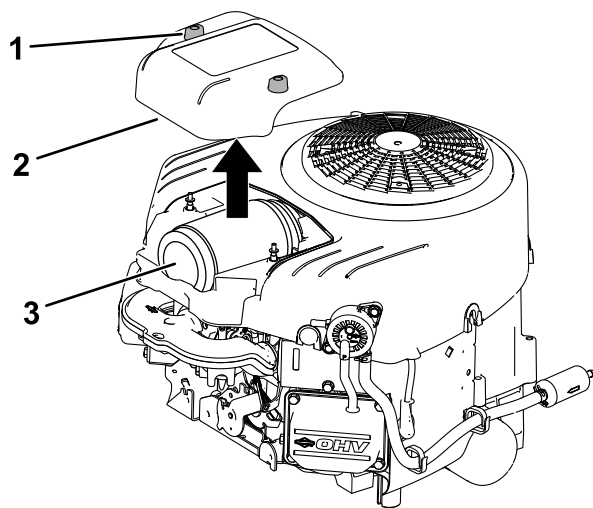

Figura 37
3. Montați capacul i strângeți elementele de fixare (Figura 37).